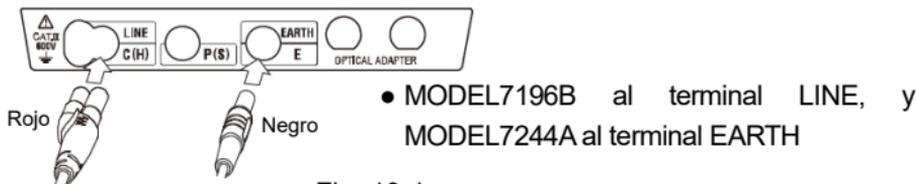

Fig. 10-1
- (1) Presione el pulsador VOLTS para seleccionar la función de medición de tensión.
- (2) Conecte los cables de prueba como muestra la Fig. 10-1.